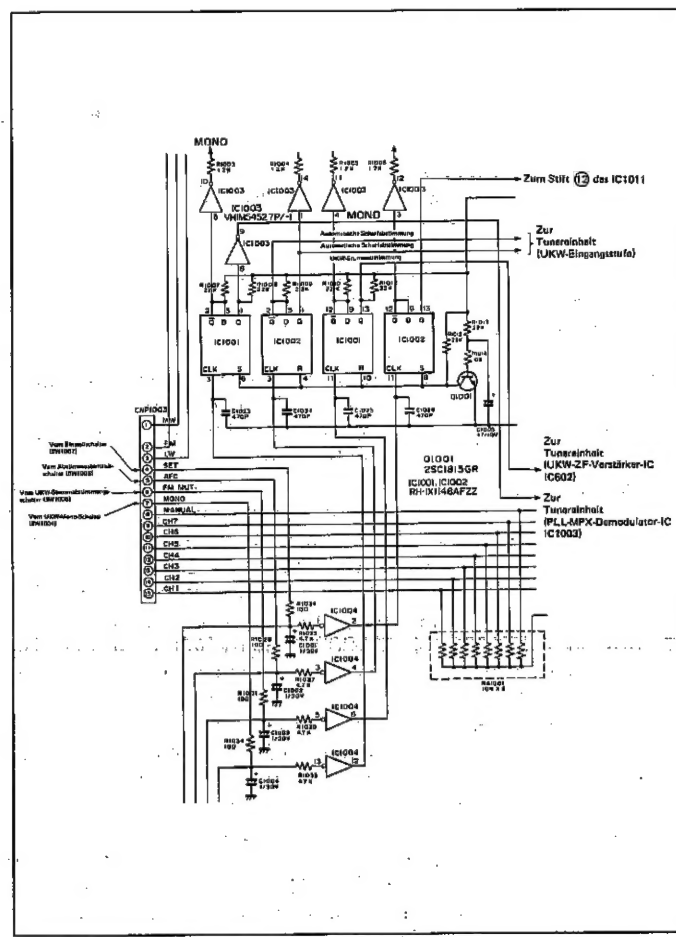

Abbildung 11-2
• **UKW-Betriebsart-Stromkreis** (Siehe Abbildung 11-2.)